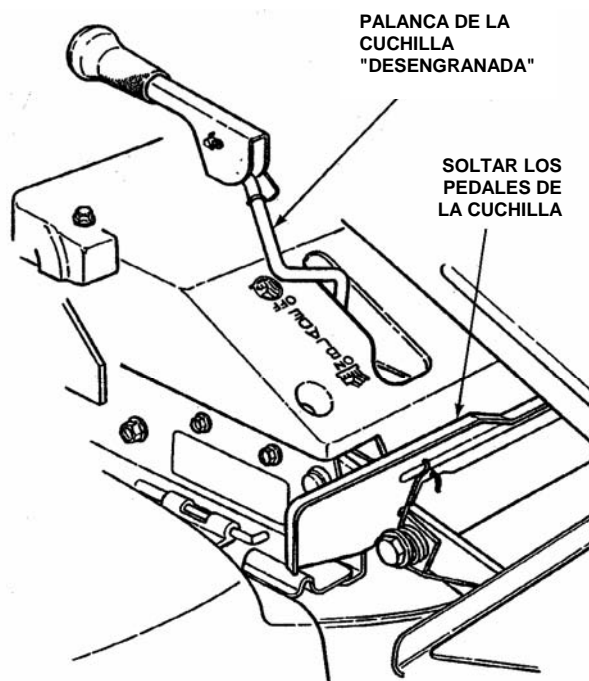

FIGURA 2.15
1. Detenga la cuchilla de la segadora soltando los pedales de la cuchilla o moviendo la palanca de la cuchilla hacia atrás a la posición DESENGRANADA. Vea la figura 2.15.